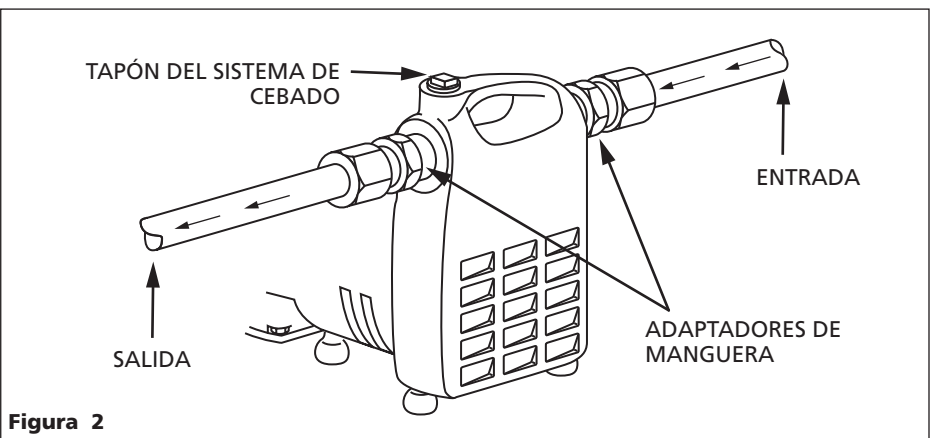

Figura 2
4. La Figura 2 le indica cómo instalar la bomba. Los adaptadores con roscas se le suministran para que conecte mangueras para jardín cuando las